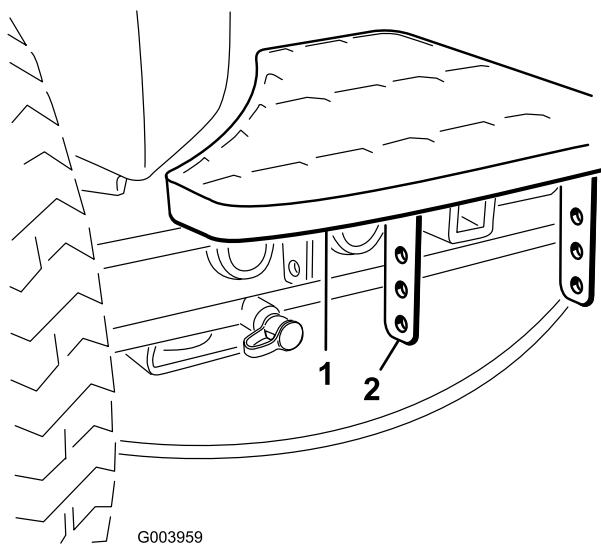

図 2
1. ステップのブラケットをトラクションユニットのフレームに固定しているボルト2本を外す(図2)。